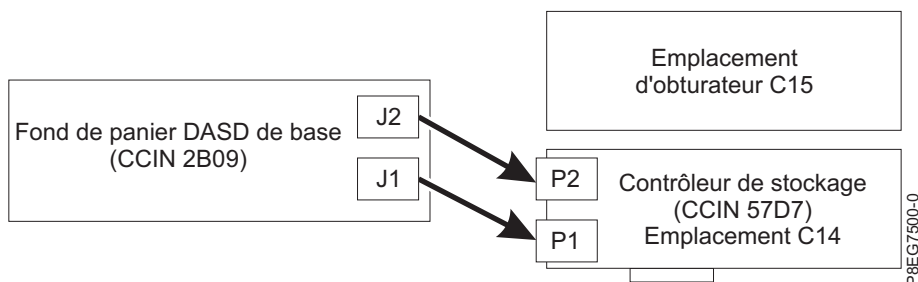

Figure 9. Reconnexion du câble SAS dans une configuration de stockage de base
- Si une carte PCIe3 x8 SAS RAID interne 6 Gb (CCIN 57D7) se trouve dans l'emplacement P1-C14 (dispositif de stockage de base), un câble SAS relie le connecteur de fond de panier d'unité de disque inférieur (J1) au connecteur P1 de la carte et l'autre câble SAS relie le connecteur de fond de panier d'unité de disque supérieur (J2) au connecteur P2 sur la même carte. Pour plus d'informations, voir figure 9.